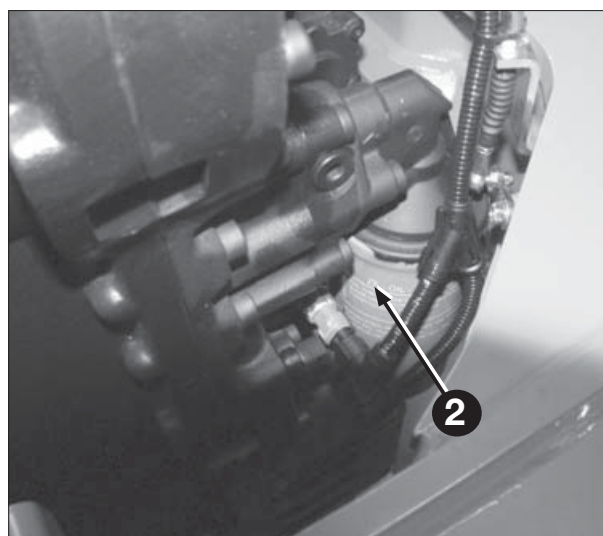

Fig. 82
2. Skift filter pos. 2 fig. 82 til nyt filter. Rens og smør tætningsfladen og filterets pakning før montage. (NB! Anvend kun originalt oliefilter, da transmissionen ellers kan skades.)